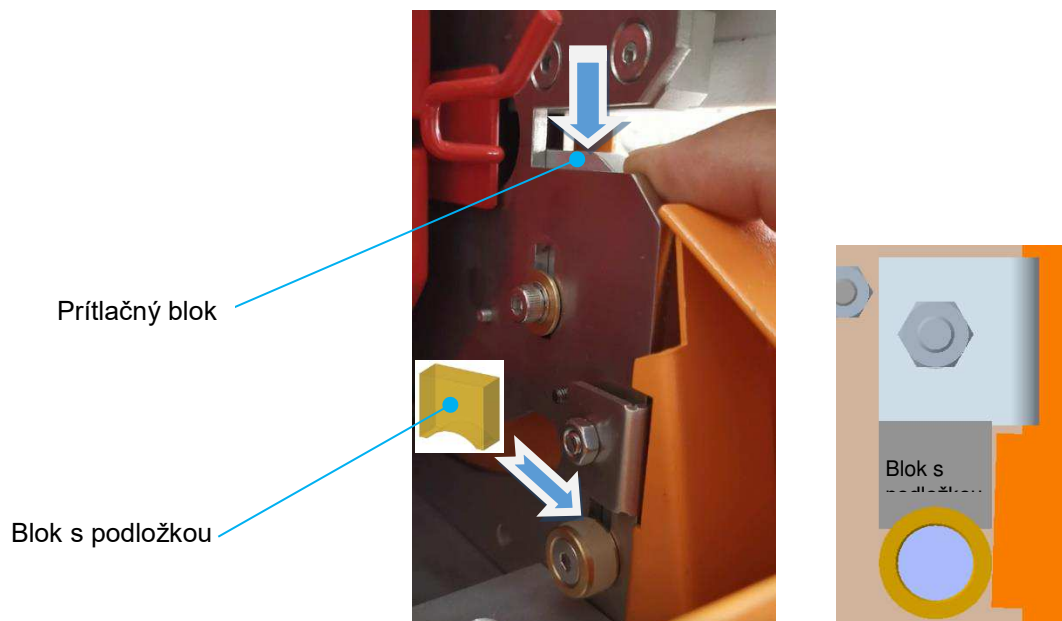

Fig.4 Vloženie bloku s podložkou
2. Fig.4 , stlačte prítlačný blok a vložte blok s podložkou. Ľavá aj pravá strana.